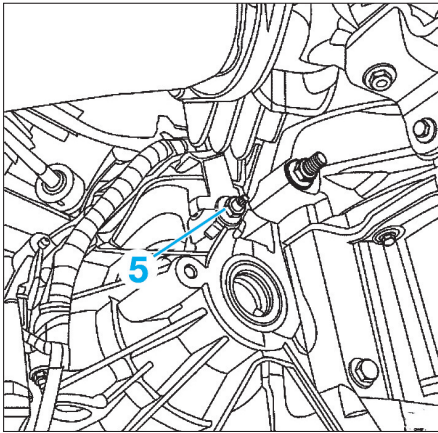

FIG. 6
- Déposer l'écrou (5) de la patte du câblage du capteur de température du filtre à particules (Fig.6).